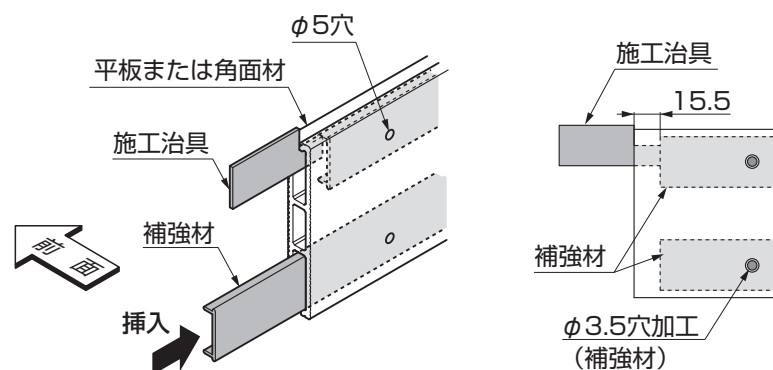

図4-16
- ②補強材を平板・角面材に挿入してください。(図4-16参照)
- ③施工治具で補強材の位置を合わせ、①であけたφ5の穴位置にφ3.5の穴加工をしてください。(図4-16参照)